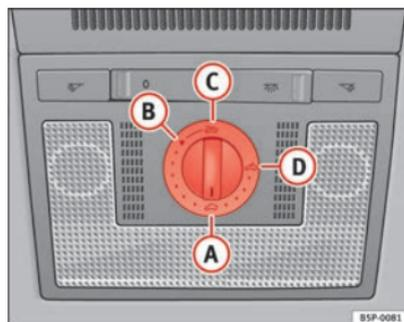

Fig. 68 Pormenor do revestimento interior do tejadilho: comando giratório do tecto de abrir / deflector
- Rode o comando para a posição **A** ⇒ Fig. 68 ⇒ ⚠.